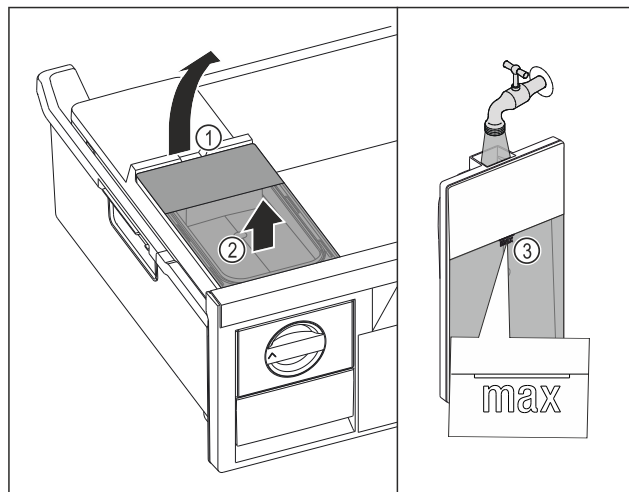

Fig. 81
- Løft vannbeholderen ved utsparingen Fig. 81 (1).
- Løft vannbeholderen ut av skuffen. Fig. 81 (2)
- Fyll vanntanken med vann opp til markeringen Fig. 81 (3).